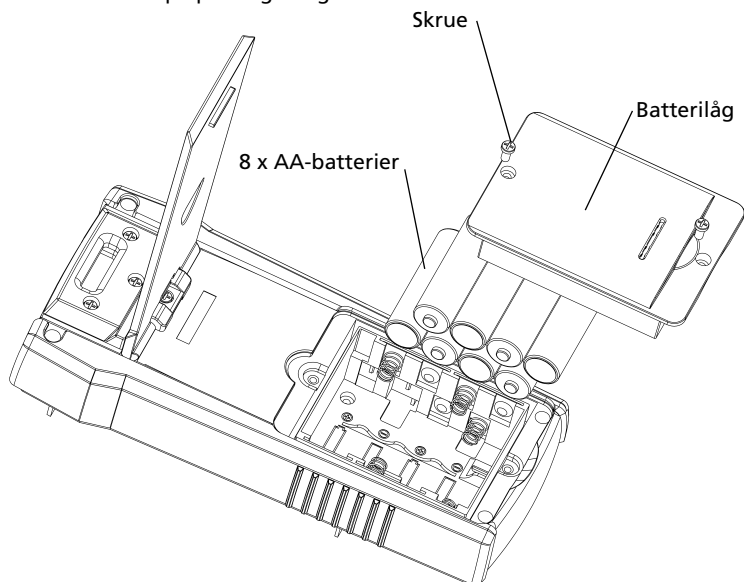

Fig. 5.1a: Sådan skifter du senderens batterier
3. Tag batteridækslet af (Fig. 5.1a).